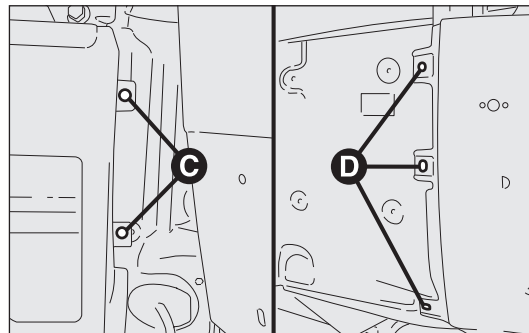

fig. 194
- dévisser les deux fixations C-fig. 194 côté porte à battant AR accessibles en ouvrant légèrement la porte;
- dévisser les trois fixations latérales D sur le côté du flanc, accessibles après avoir déposé la moulure latérale fig. 194. Pour démonter la moulure, dévisser les trois vis autotaraudeuses inférieures et déposer délicatement les clips pour éviter de les briser. Si un ou plusieurs clips sont brisés, ils doivent être remplacés;